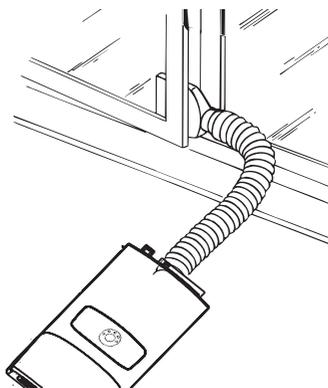

рис. 2
2) Установить кондиционер рядом с окном. Отрегулируйте длину шланга, чтобы добраться до окна. Убедитесь, что вытяжному шлангу нет препятствий (рис. 2).